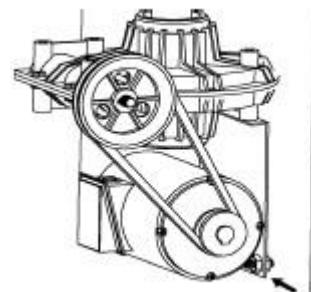

Fig. 16
- Serrez les vis de tension de la courroie (fig. 16).